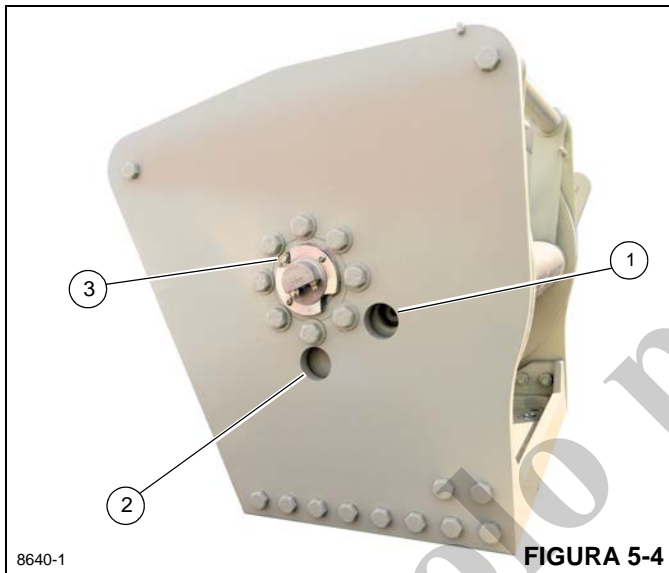

FIGURA 5-4
- Gire el tambor hasta que el tapón de llenado/nivel de aceite (1, Figura 5-4) sea visible en el agujero de inspección.
- Retire el tapón de llenado/nivel (1) e inspeccione visualmente el nivel de aceite. El aceite deberá estar al nivel del fondo del agujero de inspección. Si se necesita más aceite, añada lubricante y reinstale el tapón de llenado/nivel.
- Para vaciar y añadir aceite nuevo, retire el tapón de ventilación (3, Figura 5-4). Retire el tapón de vaciado (2) con una llave de casquillo hexagonal y luego enrosque un tubo de 1 pulg en el agujero del tapón de vaciado (2) para vaciar el aceite. Vacíe el aceite hidráulico. Retire el tubo de vaciado de 1 pulg e instale el tapón de vaciado (2).
- Para llenar con aceite, gire el tambor de manera que la lumbreira de llenado/nivel (1, Figura 5-4) sea visible a través del agujero superior. Instale un tubo de 1 pulg con codo en el agujero de llenado (1) como ayuda para el llenado de aceite. Retire el tapón de llenado/nivel con una llave de casquillo hexagonal y llene el mecanismo